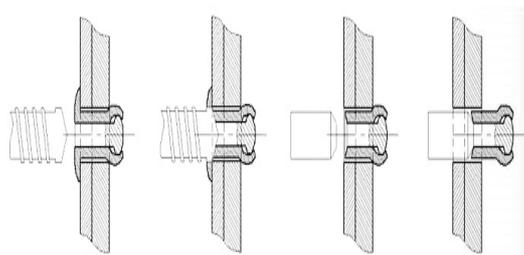

Рисунок 1. Порядок демонтажа заклепок
3.2. Высверлить заклепки (см. рисунок 1), вывинтить шурупы и открутить гайки обозначенные на рисунках для каждого типа светильников (см. приложение 1), сверлом Ø4 с последующим удалением остатков, ключом на 8 и крестовой отверткой.